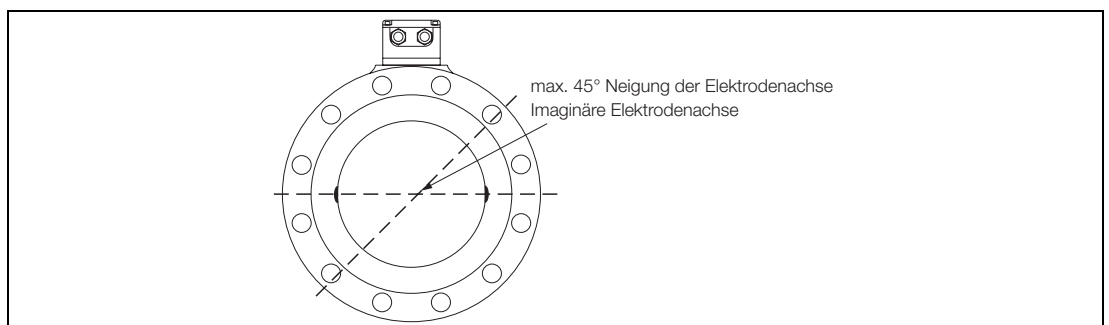

Abb. 8:
- Elektrodenachse möglichst waagrecht oder max. 45° (Abb. 8)